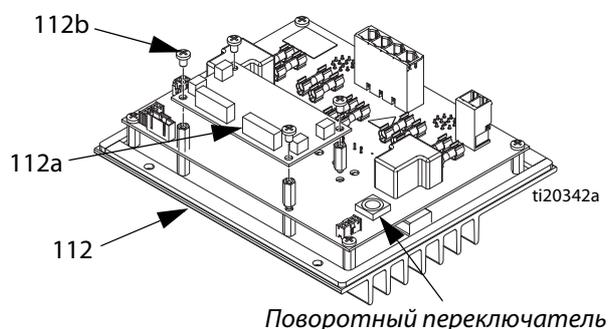

Рис. 43
2. Снимите переднюю дверцу (10) доступа к электрическому блоку.
3. Отключите электрические разъемы шлангов с подогревом от MZLP (112).
4. Запомните, где располагается каждый кабель. Затем отключите все кабели от MZLP (112), который предстоит заменить. См. Рис. 43.
1. Переведите поворотный переключатель MZLP в положение 1 (на MZLP с дочерней платой). Переведите поворотный переключатель MZLP в положение 2 (на MZLP без дочерней платы). Местоположение поворотного переключателя см. на Рис. 43.
2. С помощью четырех винтов (114) прикрепите MZLP (112) к электрическому блоку (1).
3. Подключите кабели к MZLP (112).
4. Установите переднюю дверцу (10) доступа к электрическому блоку.
3. Запомните, где располагается каждый кабель. Затем отключите все кабели от дочерней платы (112a) MZLP. См. Рис. 43.
4. Выкрутите четыре монтажных винта (112b) из дочерней платы (112a) и отложите их в сторону. См. Рис. 43.